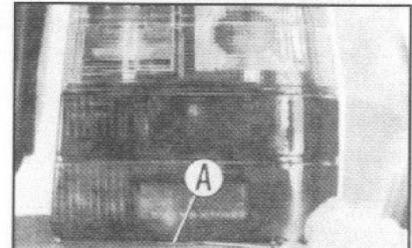

fig. 15
**LANTERNA TRASEIRA - fig. 15, 16 e 17**